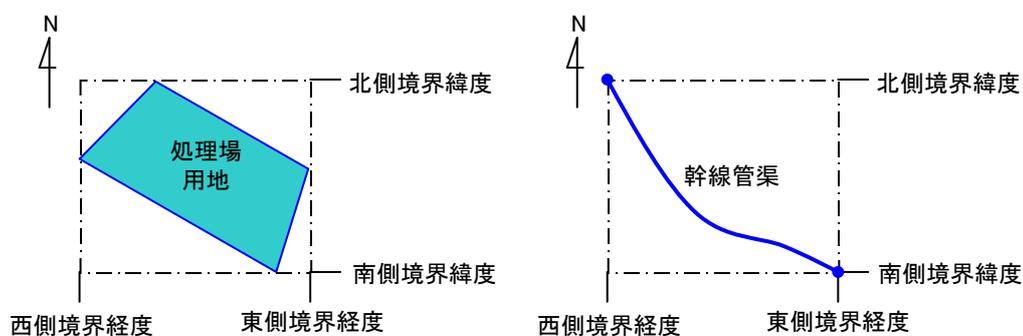

図 4-1 境界座標が示す範囲
(5) 住所
(6) 水系・路線情報 JS
(7) 測地系、境界座標情報 JS
- 境界座標情報は、当該業務の対象範囲を囲む矩形の領域を示し、西側及び東側の経度と北側及び南側の緯度を各々度（3桁）分（2桁）秒（2桁）で表される7桁の数値を記入する（例：0350205 北緯 35° 2′ 5″）（図 4-1 参照）。境界座標の精度は、100m 程度を目安とする（経緯度の1秒は地上距離で約 30m に相当）。